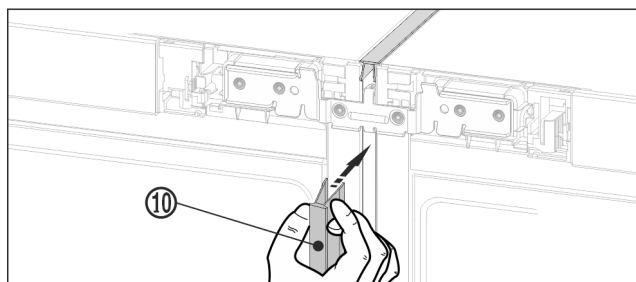

Fig. 22 *
- ▶ Na přední straně zatlačte dlouhou krycí lištu Fig. 22 (10) do svislé spáry. Dbejte na to, aby lišta stála na spojovacím plechu.*